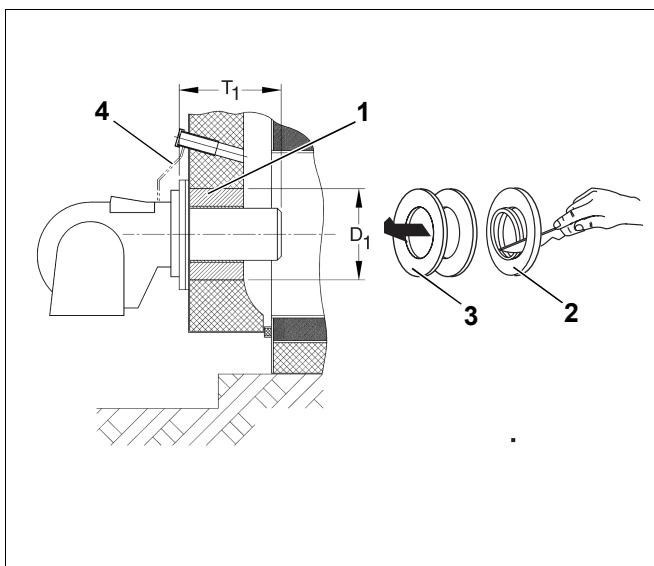

Рис. 1 Монтаж горелки
- Вырезать изолирующие кольца в соответствии с диаметром трубы горелки (рис. 1, **поз. 2**).
- Заполнить щель между обмуровкой дверцы и трубой горелки (рис. 1, **поз. 1**) соответствующими изолирующими кольцами (рис. 1, **поз. 3**).
- Соединить подключение обдува смотрового стекла с подключением обдува на горелке (рис. 1, **поз. 4**).